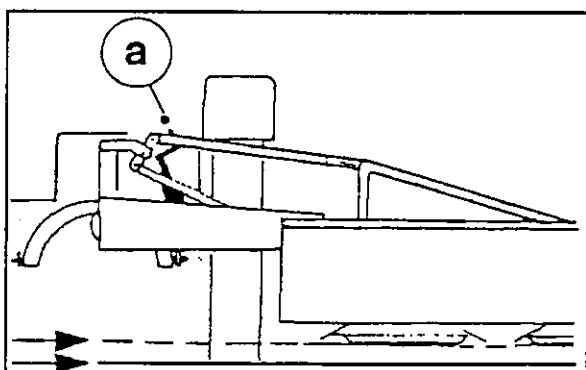

fig. 4-15
- Régler également l'aplomb des bras inférieurs de relevage du tracteur, au moyen de la manivelle (a) de telle sorte que la machine soulevée reste à peu près horizontales (fig. 4-15).